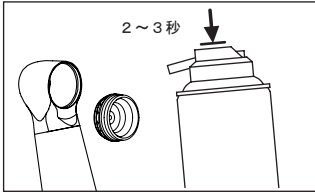

図 34
- 4 ヘッド内部にパナスプレープラスを2～3秒スプレーします。ヘッドキャップ内部にも軽くスプレーします（図 34）。